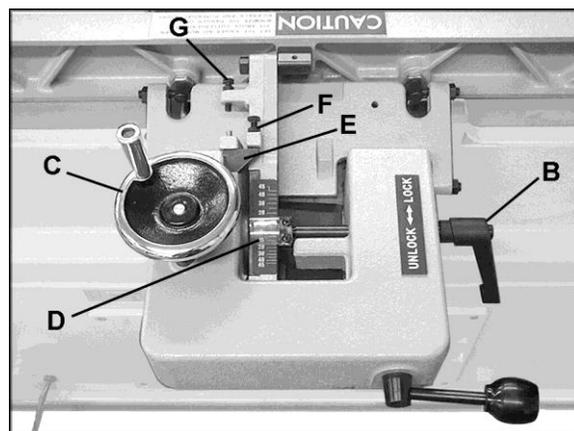
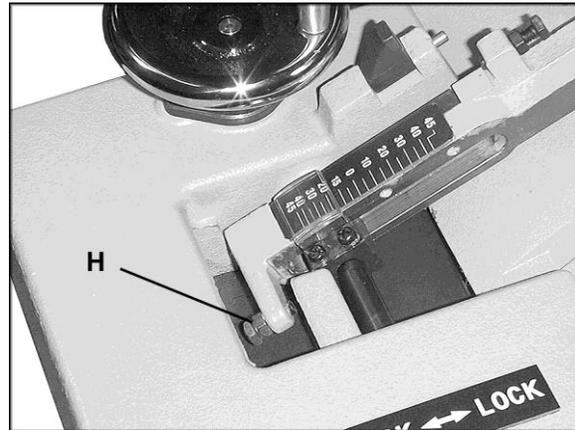

Figura 16
Figura 17
1. Afloje la manija de bloqueo (B, Figura 16).
2. Cambie la posición del bloque de tope (F, Figura 16) liberando la posición.
3. Gire la manivela (C, Figura 16) hasta que el ángulo deseado sea indicado en la escala (D, Figura 16). O puede colocar su material de trabajo biselado sobre la mesa contra la guía y rote la manivela (C, Figura 16) hasta que el ángulo de la guía coincida con el bisel de su material de trabajo.
4. Ajuste la manija de bloqueo (B, Figura 16).
**IMPORTANTE:** Al terminar la operación de inclinación y una vez que la guía sea regresada a su posición de 90 grados, no olvide colocar el bloque de tope (F, Figura 16) de regreso a su posición original.
1. El tope de 90 grados es controlado por el tornillo (F, Figura 16) y el bloque de tope (E, Figura 16).
2. Afloje la manija de bloqueo (B, Figura 16) y afloje la tuerca del tornillo (F, Figura 16).
4. Mueva la guía hasta nivelarse exactamente por el medidor de ángulo. Gire el tornillo hasta que el mismo haga contacto con el bloque de tope. (E, Figura 16).
5. Ajuste la tuerca hueca del perno (F, Figura 16) y bloquee la manija (B, Figura 16).
1. El tope de avance de 45 grados es controlado por el tornillo (H, Figura 17).
2. Afloje la manija de bloqueo (B, Figura 16) y afloje la tuerca del tornillo (H, Figura 17).
4. Gire el tornillo (H, Figura 17) hasta que haga contacto con el metal frente al mismo.
5. Ajuste nuevamente la tuerca hueca del perno (H, Figura 17) y bloquee la manija (B, Figura 16).